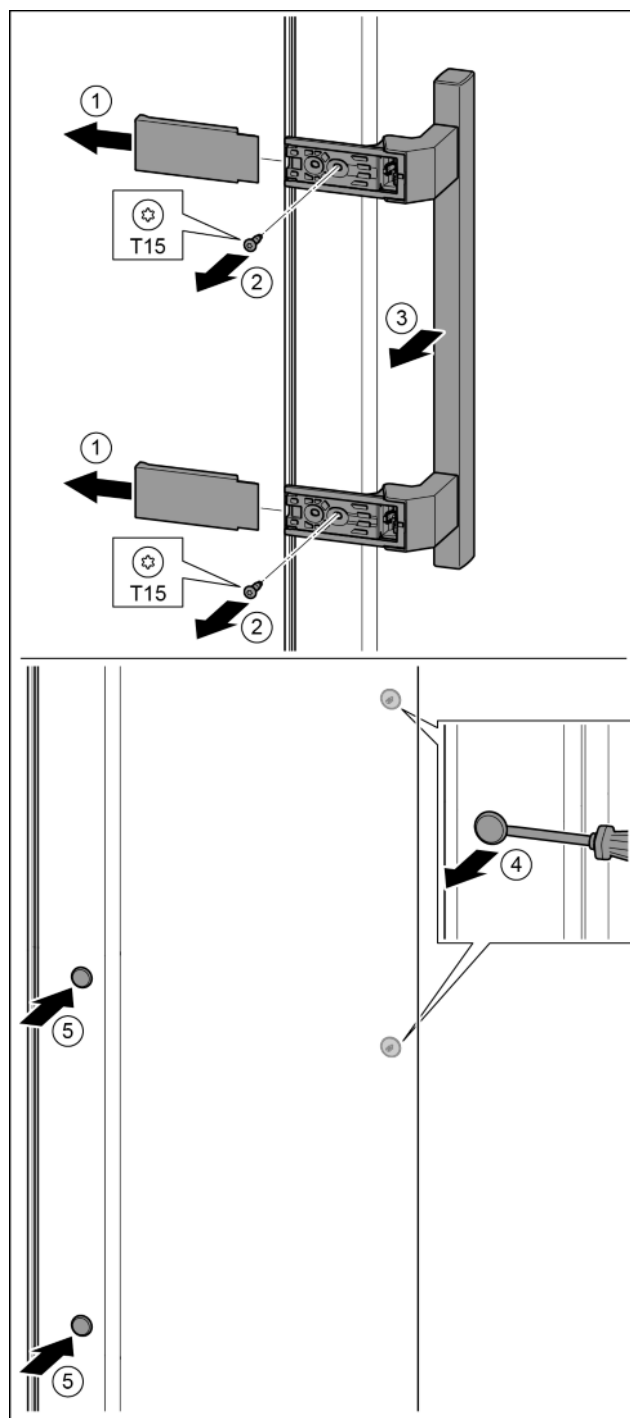

Fig. 15
- ▶ Retirer le cache. Fig. 15 (1)
- ▶ Desserrer les vis avec un tournevis T15. Fig. 15 (2)
- ▶ Déposer la poignée. Fig. 15 (3)
- ▶ Soulever délicatement le bouchon latéral avec un tournevis plat et le sortir. Fig. 15 (4)
- ▶ Remettre en place le bouchon de l'autre côté. Fig. 15 (5)